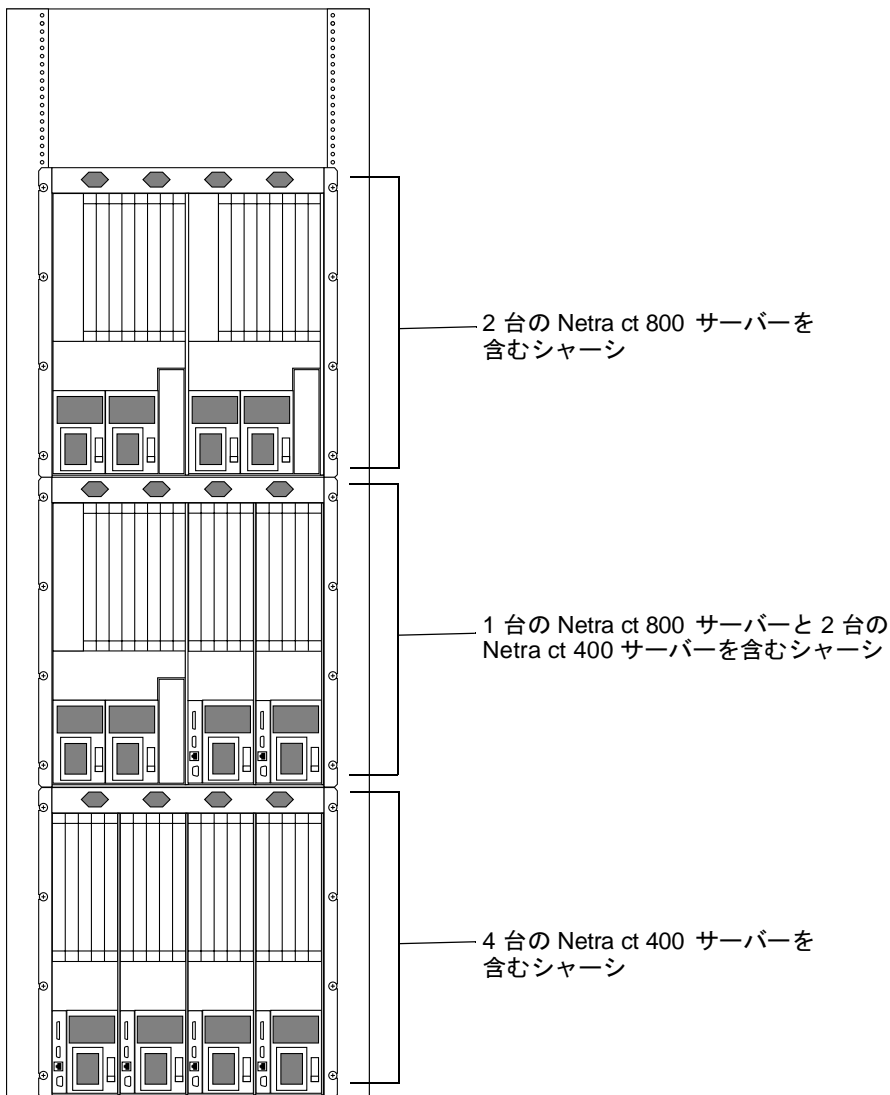

図 2-3 構成例 1 – シャーシ 3 台 (外部 SCSI デバイスなし)
- 図 2-3 – 構成例 1 – シャーシ 3 台 (外部 SCSI デバイスなし)